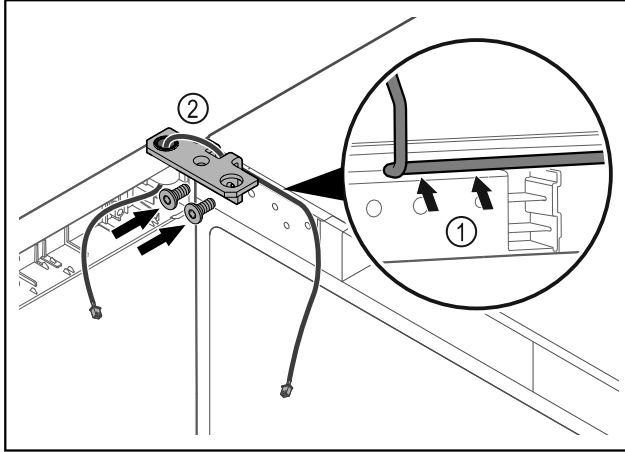

Fig. 37
- ▶ Vie kaapeli saranakulman aukon läpi ja aseta se varovasti paikalleen Fig. 37 (1).
- ▶ Kiinnitä saranakulma Fig. 37 (2) ruuveilla paikalleen.